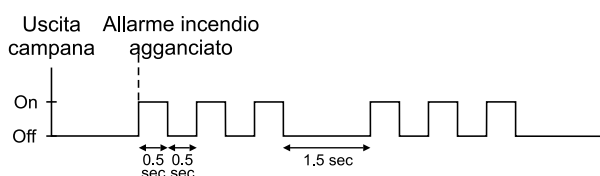

Figura 5-4: Uscita sirena durante allarme incendio
- generare un allarme incendio, che è sempre sonoro, indipendentemente dalle altre impostazioni. Gli allarmi incendio genereranno un segnale di uscita sirena come illustrato in Figura 5-4.
- Un *Allarme sonoro intermittente* trasmette il codice di rapporto appropriato e genera un allarme attivando un'uscita pulsante (vedere Figura 5-4 a pagina 18) per qualsiasi sirena connessa alla centrale di allarme.